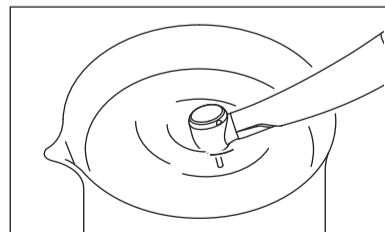

図6
- 3) ハンドピースを回転させ、そのままきれいな水の中にヘッド半分が隠れるくらいまで入れます (図6)。